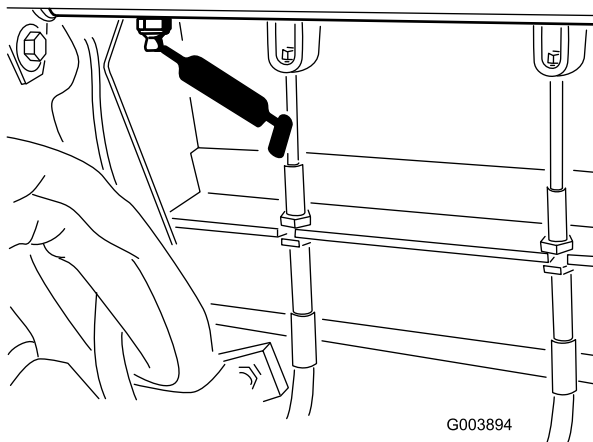

Figura 47
- 1 bocal no pedal do travão (Figura 47)